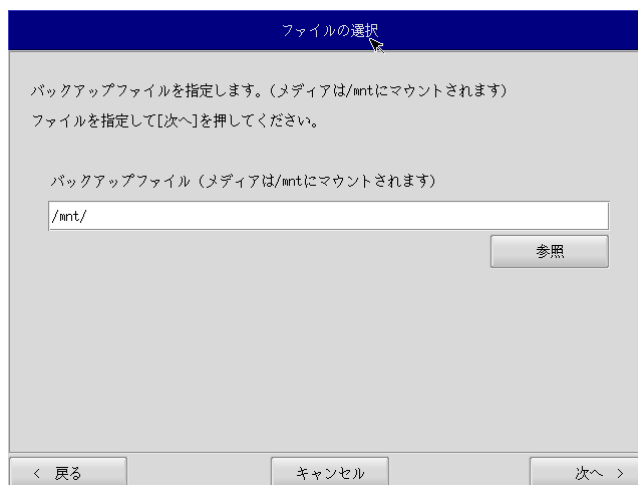

図 6-4-2. ファイル選択画面
- ⑥ ファイル選択画面（図 6-4-2）が表示されます。[参照]ボタンを押します。
- ⑧ ファイル選択画面（図 6-4-2）で指定したバックアップファイルが入力されていることを確認します。[次へ]ボタンを押します。